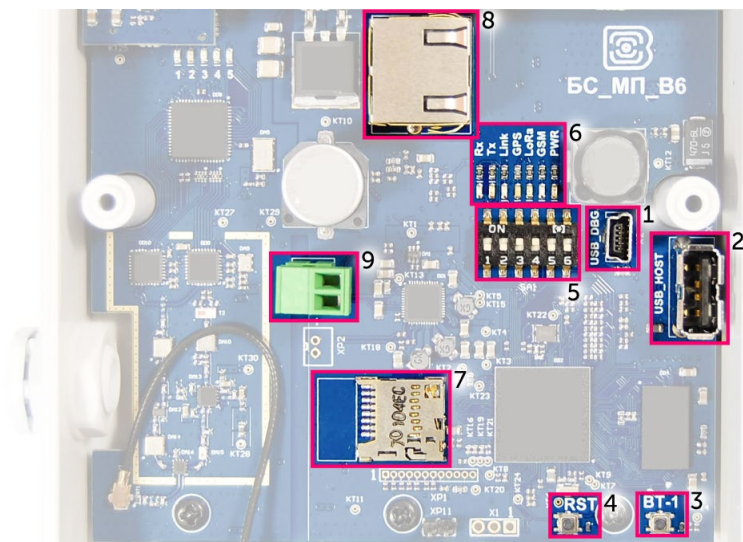

Рис. 3.1. Расположение средств управления и индикации, а также входных и выходных интерфейсов.
Базовая станция подключается к сети интернет 8-жильным сетевым кабелем (витая пара), через разъём на плате (рис. 3.1 (8)). Кабель может быть обжат по стандартам T568A и T568B. Контакты нумеруются с 1-го по 8-й справа налево.
На плате имеется дополнительный разъём для питания (рис. 3.1 (9)). Подключаться к нему можно только при отключении контактов питания в сетевом кабеле, это контакты 4, 5 и 7, 8. Допустимое напряжение питания 12-48 В, минимальная мощность 20 Вт.
Базовая станция имеет mini USB порт для подключения к компьютеру и работы по протоколу SSH (рис. 3.1 (1)), а также хост USB для подключения внешних устройств по USB кабелю (рис. 3.1 (2)). Кроме того, на плате расположено гнездо для SD накопителя (рис. 3.1 (7)).
На плате базовой станции расположены две кнопки. Одна из кнопок зарезервирована для дальнейших разработок (рис. 3.1 (3)). По нажатию на другую кнопку происходит мгновенная перезагрузка базовой станции (рис. 3.1 (4)).
Кроме того, на плате расположены переключатели (рис. 3.1 (5)), которые предназначены для выбора способа загрузки образа прошивки: с внутренней памяти, с SD-карты или через mini USB с компьютера и используются только в условиях сервиса. В рабочем режиме положение переключателей должно быть таким, как на рисунке 3.3 – включены только переключатели 3, 4 и 6.
На плате расположены несколько светодиодных индикаторов (рис. 3.1 (6)), сигналы которых описаны в таблице ниже. Они отображают функционирование той или иной системы: питание (включено/выключено), видимость спутников GPS, GSM-модем (включен/выключен), функционирование программы обработки сигналов LoRa (Packet forwarder запущен/не запущен), наличие активности по Ethernet, обмен данными по mini USB порту.
По умолчанию запуск «BS-Dashboard» осуществляется нажатием кнопки (см. рис. 3.1 (3)) на плате базовой станции. Это может быть изменено в настройках. После удерживания кнопки в нажатом состоянии более 6 секунд начнется запуск, который может продолжаться одну-две минуты в зависимости от загруженности устройства.